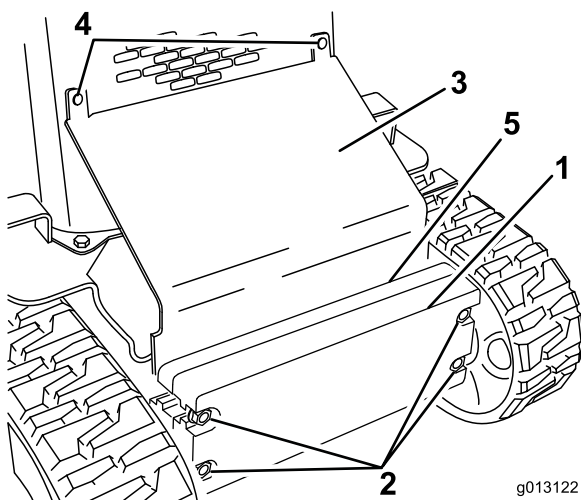

Figura 29
2. Afloje los pernos que fijan los contrapesos (Figura 29).
3. Retire los pernos y las tuercas que fijan la placa inclinada (Figura 29).
10. Deslice la placa inclinada entre el bastidor y los contrapesos; fíjela a la rejilla delantera con los pernos y las tuercas que retiró anteriormente (Figura 29).
11. Ajuste los pernos que fijan los contrapesos delanteros (Figura 29).